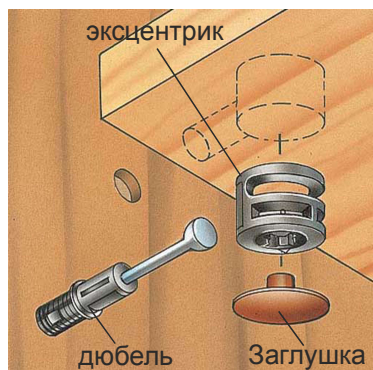

рис.1
С помощью эксцентриковых стяжек (г) и шкантов (е) соединяем детали открытого стеллажа. Для этого в глухие отверстия стоек (10) вкручиваем дюбели эксцентриковых стяжек (рис.1) и вставляем шканты (е). В глухие отверстия полок (11) вставляем эксцентрики (стрелки на эксцентриках должны быть направлены на ближайший торец детали).